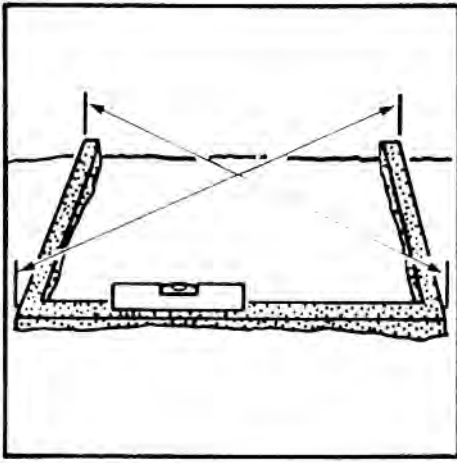
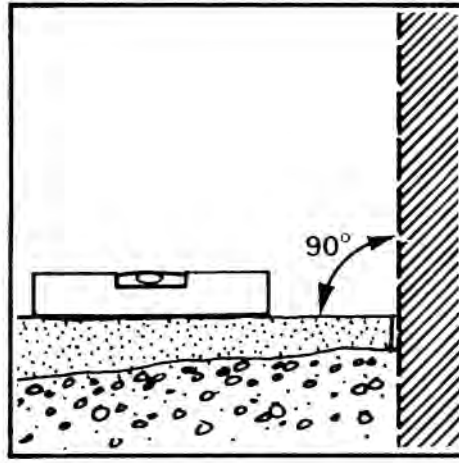
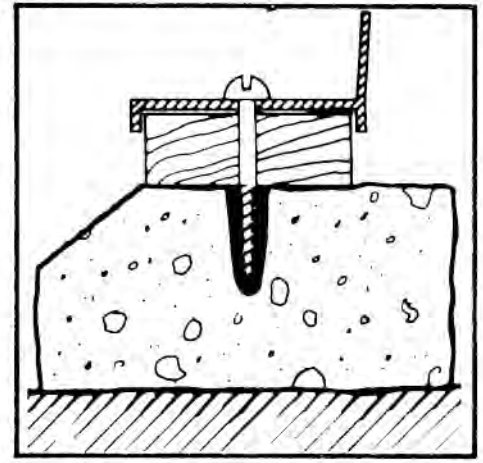

fig 1
fig 2
fig 2a
You need a base for your greenhouse to ensure that it is level and rigid. To save time and trouble in laying a traditional brick or concrete base, Halls can supply a simple-to-assemble prefabricated base, as an optional extra. If you want to make your own base, however, you should make it to the dimensions in fig. 3. It is most important that the base is square and level, so check that its diagonal measurements are equal, as in fig. 1 and that the angle between the wall and the base is 90°, as in fig. 2. Timber packing of not less than (12mm) thickness and not more than (30mm) width should be made to fit the aluminium section, as shown in fig. 2a. When the greenhouse has been assembled, it can be screwed to the base with no. 12 screws and Rawlbolts (not supplied) through the slots ready punched in the sill bar, (fig. 2a).
**Fundament.** Sie benötigen für Ihr Gewächshaus ein Fundament, damit es eben und fest steht. Um Ihnen die für die Verlegung eines herkömmlichen Stein- oder Betonfundaments erforderliche Zeit und Mühe zu ersparen, können wir Ihnen auf Wunsch ein einfach zu montierendes, vorgefertigtes Fundament als Sonderteil mitliefern. Wenn Sie sich jedoch selbst ein Fundament machen wollen, müssen Sie es nach den in **Abb. 3** vorgeschriebenen Abmessungen herstellen. Es ist sehr wichtig, daß das Fundament rechtwinklig und eben ist. Daher prüfen, ob die Diagonalabmessungen gleich sind (**Abb. 1**) und ob der Winkel zwischen der Wand und dem Fundament  $90^\circ$  beträgt, wie aus **Abb. 2** ersichtlich. Holzeinlage von mindestens **12mm** Dicke und maximal **30mm** Breite konstruieren, auf die das Aluminiumprofil genau paßt, wie in **Abb. 2a** gezeigt. Nachdem das Gewächshaus montiert ist, kann es mit **50mm** Schrauben oder Rawbolts (nicht mitgeliefert) durch die im Grundprofil vorgestanzten Löcher mit dem Fundament verschraubt werden, **Abb. 2a**.
**Base.** Il vous faut une base pour votre serre, ceci pour assurer qu'elle soit à niveau et rigide. Pour vous éviter d'avoir à poser une base classique en brique ou en béton, nous pourrions vous livrer en option, moyennant un supplément, une base préfabriquée à montage simple. Si, toutefois, vous tenez à réaliser vous-même la base, celle-ci devra avoir les dimensions indiquées à la **fig. 3**. Il est essentiel que la base soit d'équerre et à niveau, il faudra donc s'assurer que ses deux diagonales soient égales (**fig. 1**) et que l'angle compris entre la paroi et la base soit égal à  $90^\circ$ , comme illustré à la **fig. 2**. On emploiera, pour la fixer à la section aluminium, comme cela est indiqué dans la **fig. 2a**, un garnissage en bois de charpente ayant au moins **12mm** d'épaisseur et au plus **30mm** de largeur. Après assemblage de la serre, vous pourrez la visser à la base avec des vis No. 12 de **50mm** ou bien des boulons d'ancrage (qui ne sont pas fournis) sur les trous déjà percés dans la barre de seuil, **fig. 2a**.
**Fundament.** Teneinde te verzekeren dat de kas waterpas en stevig gemonteerd wordt heeft men een fundament nodig. Om U de tijd en moeite voor het leggen van een conventioneel beton en bakstenen fundament te besparen, is een gemakkelijker te monteren, geprefabriceerd fundament tegen meerprijs leverbaar. Mocht U er echter de voorkeur aan geven zelf het fundament te leggen, dan vindt U de juiste afmetingen in **fig. 3**. Het is uiterst belangrijk dat het fundament zuiver haaks en waterpas is; controleer daarom dat de diagonale afmetingen aan elkaar gelijk zijn (**fig. 1**). En dat de hoek tussen de muur en het fundament  $90^\circ$  bedraagt, zoals in **fig. 2**. Houten pakking van niet minder dan **12mm** dik en niet meer dan **30mm** breed moet het aluminium gedeelte passen zoals aangegeven in **fig. 2a**. Wanneer de kas geheel gemonteerd is kan deze met **5cm** Nr 12 schroeven of Rawbolts (niet meegeleverd) door de voorgeboorde gaten in de dorpelprofielen bevestigd worden, **fig. 2a**.
**Grund.** Växthuset behöver en grund som garanti för att säkerställa att det står vägrätt och stumt. För att spara tid och bekymmer med att lägga en traditionell grund av merverk eller betong kan vi tillhandahålla en lättmonterad fabriksfärdig grund som extrarustning. Den som emellertid vill lägga grunden själv bör göra detta med ledning av dimensionerna i **fig. 3**. Det är synnerligen viktigt att grunden är ratvinklig och vägrätt, varför det bör kontrolleras att diagonalmått är lika (**fig. 1**) och att vinkeln mellan vägg och grund är  $90^\circ$  (**fig. 2**). Timmerpackning av inte mindre än **12 mm** tjocklek och inte mer än **30 mm** bredd skall läggas för att passa aluminiumsektionen enligt **fig. 2a**. När växthuset har monterats ihop, kan det skruvas fast vid grunden med **50 mm** skruvar nr 12 eller med stenskruvar (medföljer ej) i hal som redan upptagits i tröskelprofilen, **fig. 2a**.
**Fundament.** De behøver et fundament til Deres drivhus for at sikre at det er i vatter og opnår den fornødne stivhed. De kan mure eller støbe et fundament efter dimensioner vist i **fig. 3**. Det er meget vigtigt at fundamentet er i vatter og ret vinkel. — Kontroller at diagonalerne — se **fig. 1** — er lige store, og at vinklen mellem fundament og muren er  $90^\circ$  grader som vist i **fig. 2**. Træpakning på ikke mindre end (**12 mm**)s tykkelse og ikke mere end (**30 mm**)s bredde skal laves, så det passer i aluminiumsprofilen som vist i **fig. 2a**. Når drivhuset skal monteres på fundamentet skal der anvendes de på **fig. 3** viste træpakninger (der skal være 38-40 mm brede og min. 12 mm tykke — ikke medleveret) som understøtning for profilet i karmskinnernes fulde længde. Der opmærkes og børes huller, efter slidserne i karmskinnens fod, ned i fundamentet for enten rawplugs nr 12 skruer — ikke medleveret — eller for tilsvarende expansionsbolte — se også under montering side **10**, **fig. 2a**. I stedet for et støbt fundament kan De opbygge en fundamentsramme af træ af f. eks.  $4'' \times 4''$  eller evt.  $3'' \times 3''$  firkanthømmer helst trykimprægneret. De skal da for  $4''$  tømmer bruge 1 stk  $\times 2625$  mm og stk  $\times 1300$  mm eller for  $3''$  — 1 stk  $\times 2600$  mm og 2 stk  $\times 1310$  mm. Træet samles så de udvendige sider på de korte stykker flugter med endfladerne på det lange stykke. Rammen placeres i en grav der er ca 200 mm bred og ca 250 mm dyb og er fyldt op med grus, så fundamentets overflade ligger ca 20-30 mm over jorden. — Rammen rettes som beskrevet i første afsnit.
**Fundament.** Drivhuset må stå på et fundament for å sikre at det er helt rett og stivt. For å spare tid og arbeid med legging av a tradisjonelt fundament av mursten eller betong, kan vi levere et ferdiglaget fundament, som er lett å sette sammen. Dette kommer da i tillegg. Men man kan selvsagt lage et fundament selv — i så fall må dette ha de mål som står på **Fig. 3**. Det er meget viktig at fundamentet er helt rett og jevnt, så undersøk at de diagonale målene er de samme, som vist på **Fig. 1**. Undersøk også at vinkelen mellom vegg og fundamentet er  $90^\circ$ , som vist på **Fig. 2**. Fylling av tømmer må minst (**12mm**) tykkelse og ikke mer enn (**30mm**) bredde skal passe til aluminiumsseksjonen, som **fig. 2a** viser. Etter at drivhuset er satt sammen kan det skrues fast til fundamentet med  $2''$  skruer nr. 12 og Rawbolts (følger ikke med) gjennom slissene som allerede finnes i karmprofilen, **fig. 2a**.